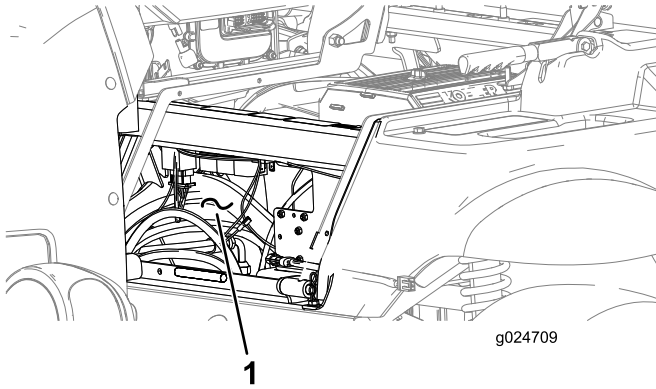

Figure 25
1. Faites passer le faisceau par l'avant du carénage du siège (Figure 25).